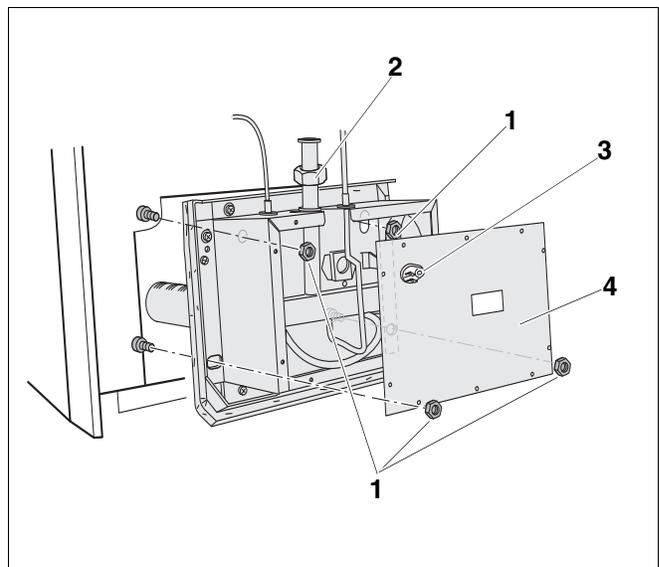

Fig. 5 Brûleur gaz
29. Resserrer le raccord-union (→ fig. 5, page 6) entre le bloc gaz et le caisson. Veiller à ce que le joint démonté à l'étape 15 soit réinséré dans le tuyau de raccordement.